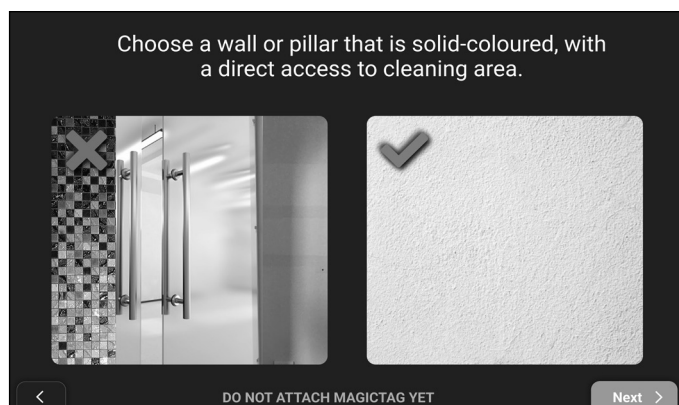

Abbildung 28
6. Wählen Sie eine gut beleuchtete, schlichte Wand (**Abb. 28**). Vermeiden Sie dunkle, reflektierende und metallische Oberflächen. Achten Sie darauf, dass der von Ihnen gewählte Ort einen direkten Zugang zum Reinigungsbereich hat.
7. Drücken Sie nach der Auswahl des Ortes auf „Weiter“ (**Abb. 28**). Schieben Sie den Roboter so, dass er an der gewählten Stelle zur Wand zeigt. Achten Sie darauf, dass der Roboter etwa 30 cm von der Wand entfernt ist.